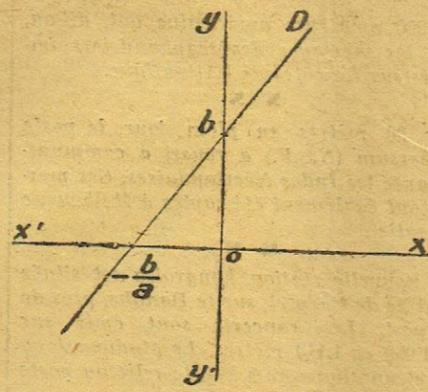

Fig. 1
a et b étant des constantes numériques. Si nous voulons étudier les variations de y lorsque x varie de moins l'infini à plus l'infini, nous traçons une courbe représentative de l'équation (1). Cette courbe est une droite (1). C'est la droite D de la figure 1.